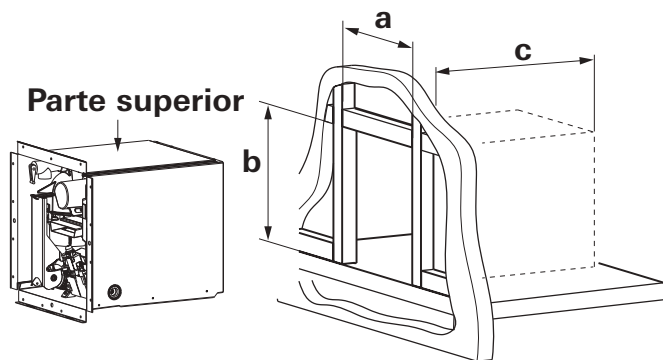

Fig. 13
4. Asegúrese de que el borde frontal de la apertura esté rodeado por un bastidor sólido para anclar firmemente el aparato. En caso necesario, construya un bastidor apropiado (Fig. 13) con las siguientes dimensiones: